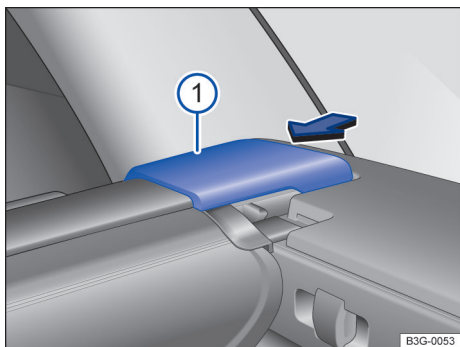

Fig. 154 No compartimento de bagagem: desinstalar a cobertura do compartimento de bagagem.
- Pressione o suporte da cobertura → Fig. 154 ① no sentido da seta.